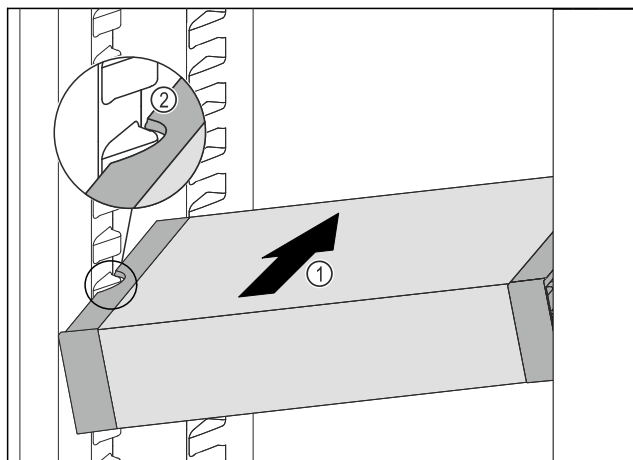

Fig. 106
- Predal VarioSafe potiskajte poševno v hladilnik Fig. 106 (1), dokler stranska izreza Fig. 106 (2) predala VarioSafe nista na višini nastavka za posodo v hladilniku.